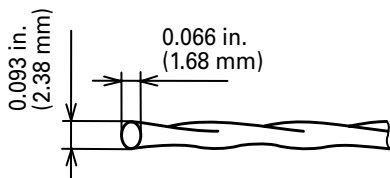

Fig. 16
Diámetro del cable: Fig. 16
- (1) Prepare 13.12 pies (4 m) de línea de nylon original en la Fig. 16. (núm. de código: 335235)